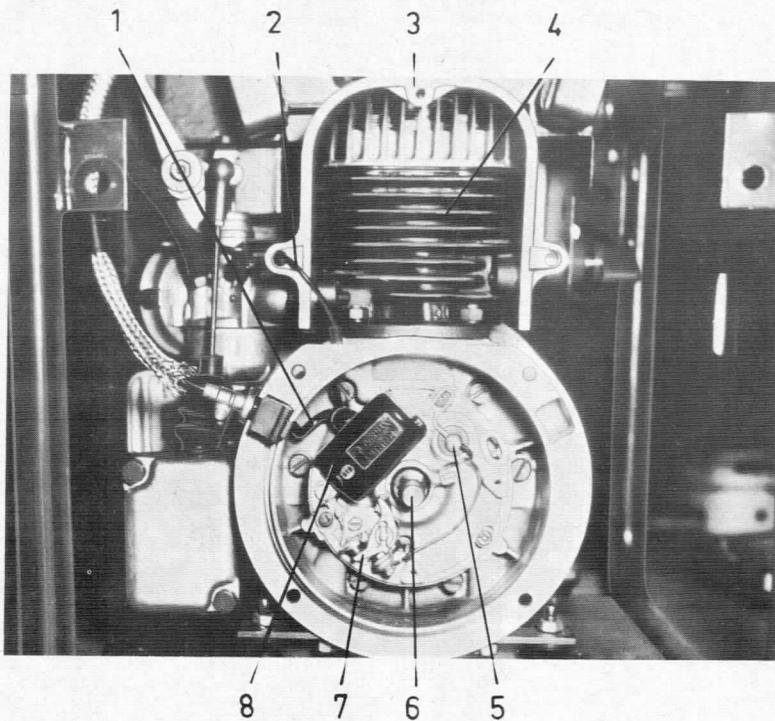

Bild 19
1.5.5 Elektrische Anlage des Motors 06 ( Bild 19 )
Dieser Vorgang wiederholt sich solange der Motor läuft. Soll der Motor angehalten werden, wird mit dem Kurzschlußknopf ( Bild 7, Pos. 9 ) über die Kurzschlußleitung ( Bild 19, Pos. 2 ) die Stromwicklung der Zündanker kurzgeschlossen. Damit kann sich in der Zündspule kein Feld aufbauen ; es entsteht keine Zündspannung.
Ein Kondensator ( Bild 19, Pos. 5 ) sorgt dafür, daß keine Störungen durch den Unterbrecher nach außen dringen.